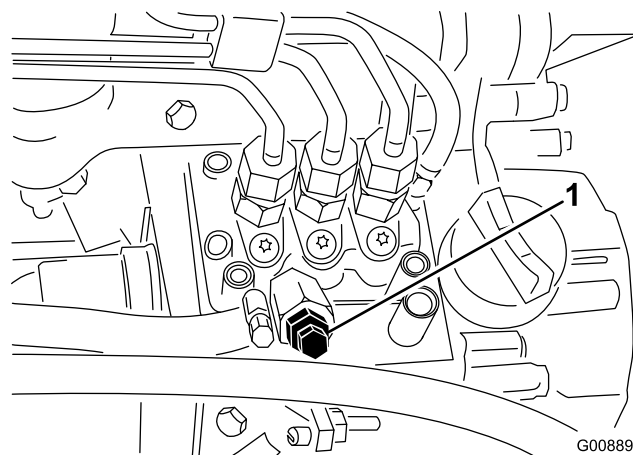

Рисунок 26
3. Выверните продувочный винт из топливного насоса (Рисунок 26).